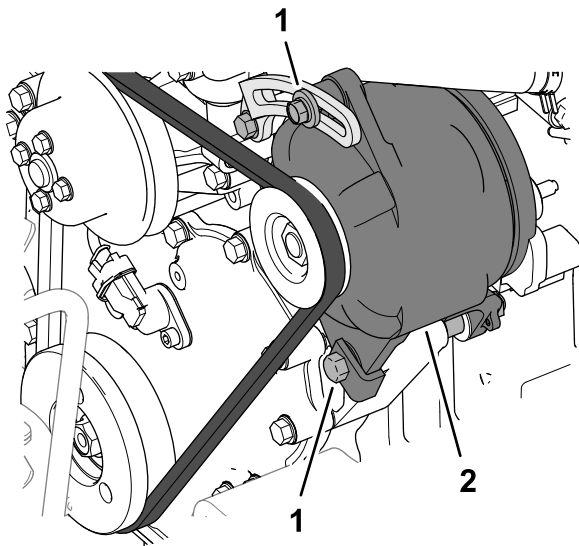

Figura 103
5. Se a deflexão da correia for maior ou menor que 10 mm ($\frac{3}{8}$ pol.), afrouxe os parafusos de fixação do alternador (Figura 103).